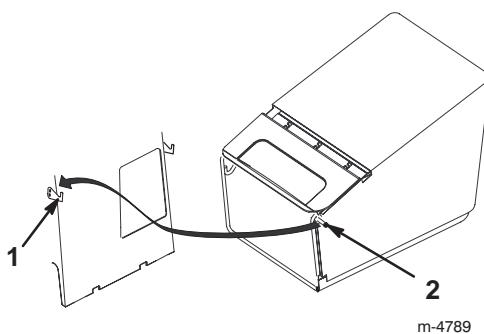

Bild 18
- Hängen Sie die Fangkorbrahmenstifte in die Haken ein, siehe Bild 18.
- Heben Sie die Fangkorbrahmenstifte von den Haken ab. Nehmen Sie sie dann aus der Öffnung heraus, siehe Bild 18.